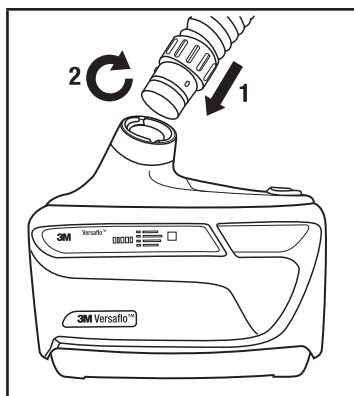

Fig. 13 – Installation du tuyau de respiration
1. Insérer l'extrémité du tuyau de respiration muni du dispositif de verrouillage à baïonnette (deux petites broches) dans les deux fentes parallèles de la sortie d'air du souffleur à moteur (Fig. 13).